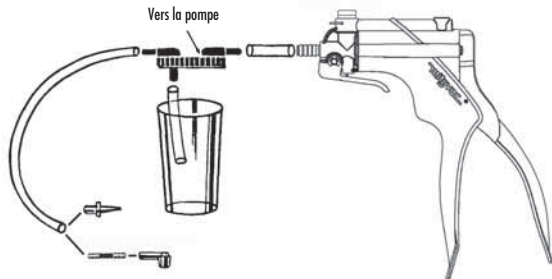

FIGURE 1: KIT DE PURGE DE FREIN
- 3) Glisser 3,8 cm (1-1/2po) de tuyau entre la pompe et le couvercle du récipient à l'orifice marqué « VERS LA POMPE » (FIGURE 1).